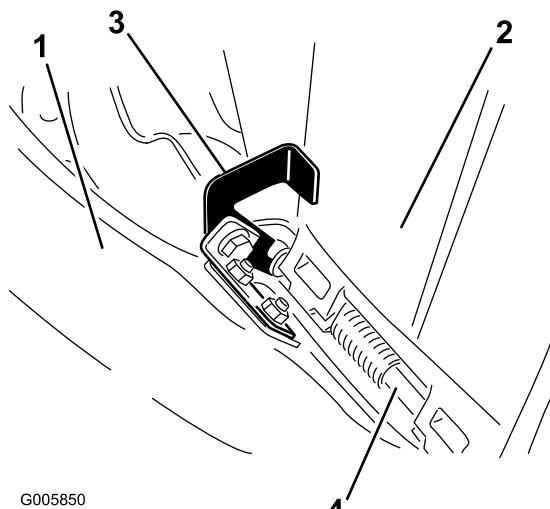

Figure 21
3. En haut de l'éjecteur, accrochez le verrou en U à la tige de pivot de l'ensemble déflecteur, comme illustré à la (Figure 21).